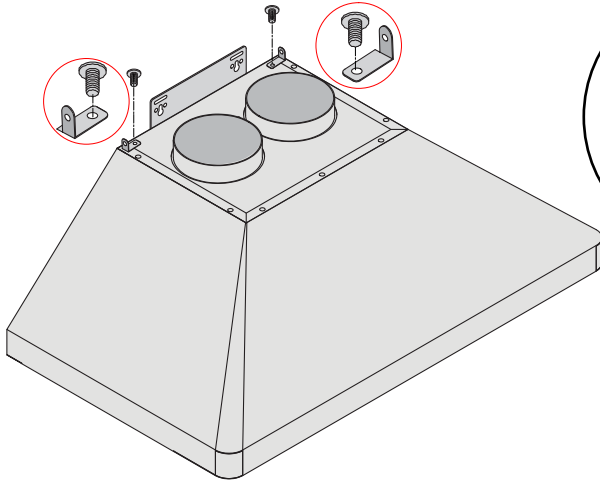

Figure 4
- Installer les supports de cheminée sur le corps de la hotte comme illustré à la figure 4.